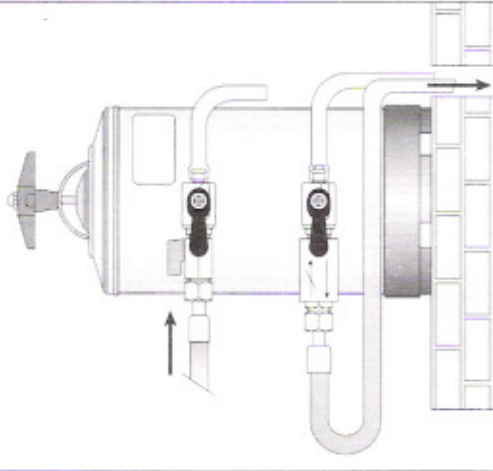

Figura 2 • Figure 2 • Figure 2 • Abbildung 2 • Figura 2
- **Enjuague resinas (figura 2)**